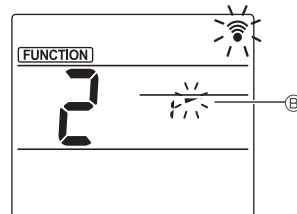

Fig. 3
- ③ Ställa in vinkeln på fläktblad (Fig. 3).